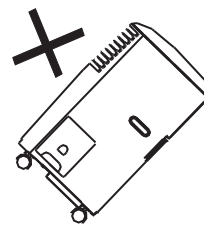

Abb. 1
- Stellen Sie das Gerät immer auf einem stabilen Untergrund auf (Abb. 1).